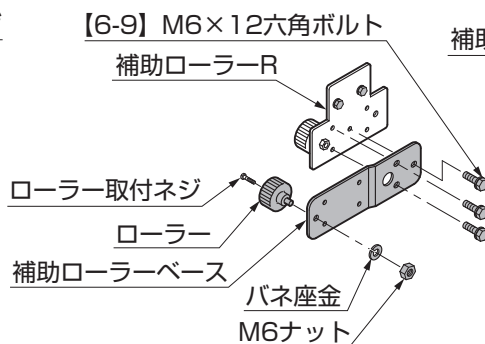

図14-4
- ②補助ローラーRに補助ローラーベースを【6-9】で取付けてください。（図14-4参照）
- ③補助ローラーベースに①で外したローラーを取付けてください。（図14-4参照）